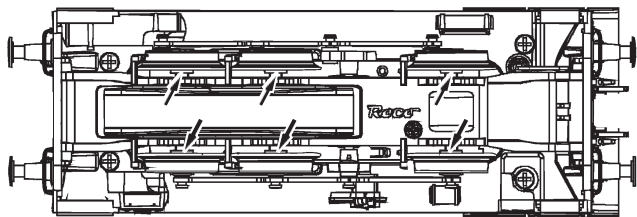
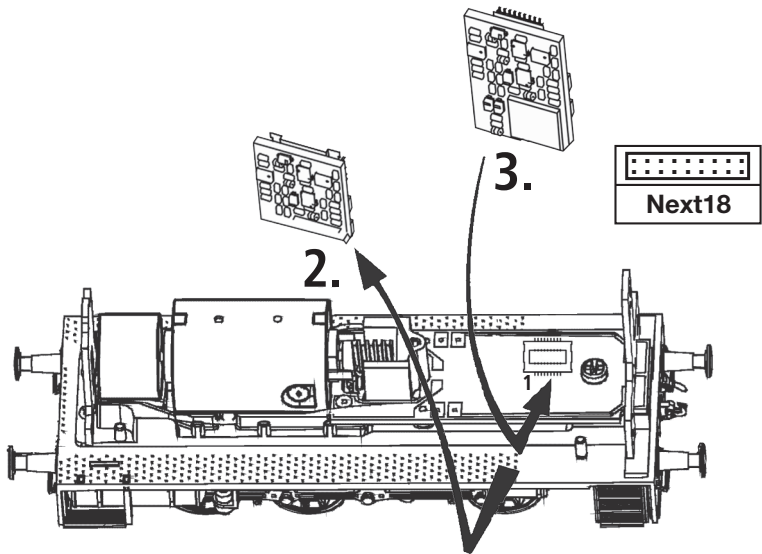
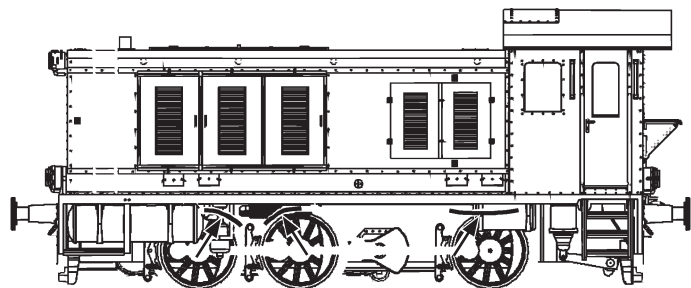

Fig. 6
Fig. 7
Fig. 4
Mehrzugbetrieb: Zuerst Lokgehäuse abnehmen (Fig. 4). Danach den Brückenstecker aus der Schnittstelle entfernen (diesen sorgsam aufbewahren). Danach den Stecker des Decoders lage-richtig einsetzen (Fig. 6).
2. Schmierung: Versehen Sie die im Schmierplan in Fig. 5 gekennzeichneten Stellen mit nur **kleinen Öltropfen**. Dazu zuerst das Lokgehäuse abnehmen (Fig. 4). Wir empfehlen den **ROCO Öler Art.-Nr. 10906**. Fürs Schmieren der Getriebeteile (Zahnräder, Schnecke) empfehlen wir das **ROCO-Spezialfett Art.-Nr. 10905**. Im Falle der Schmierung diese Teile **nicht ölen**.
3. Kohlebürstenwechsel: Lokgehäuse abnehmen (Fig. 4). Danach wird der Motor ausgebaut und die Kohlebürsten ausgewechselt (Fig. 7).
Running in digital mode: Remove the jumper from the interface. Finally put the plug of the decoder into the interface as shown in fig. 6.
2. Lubrication: Apply **tiny oil drops** to spots marked in fig. 5. Prior to lubrication dismantle locomotive (fig. 4). We recommend using item no. **10906, ROCO oiler**. For lubrication the gearparts (e.g. cogwheels, worm) we should recommend our ROCO **special grease** (item no. **10905**).
3. Carbon Brush Changing: First remove loco body (fig. 4), and then the motor (fig. 7).
Exploitation en télécommande multi-trains: Enlevez la fiche de shuntage de l'interface (à conserver!) et enfichez finalement la fiche de décodeur aux prises de l'interface. Veillez à la position correcte de la fiche (fig. 6).
2. Graissage: N'appliquez **qu'une tout petite goutte** aux endroits indiqués par le plan de graissage (fig. 5) après avoir démonté la caisse de la locomotive (fig. 4). Nous vous recommandons **le graisseur à huile ROCO réf. 10906**. Pour graisser les engrenages (roues dentées, vis sans fin) nous vous conseillons la **graisse spéciale ROCO réf. 10905** pour engrenages en matières synthétiques. Lorsque vous utilisez cette graisse il faut éviter d'huiler ces composants.
3. Remplacement des balais du moteur: Démontez la caisse (fig. 4). Démontez ensuite le moteur et échangez le balais (fig. 7).
voir } Fig.4